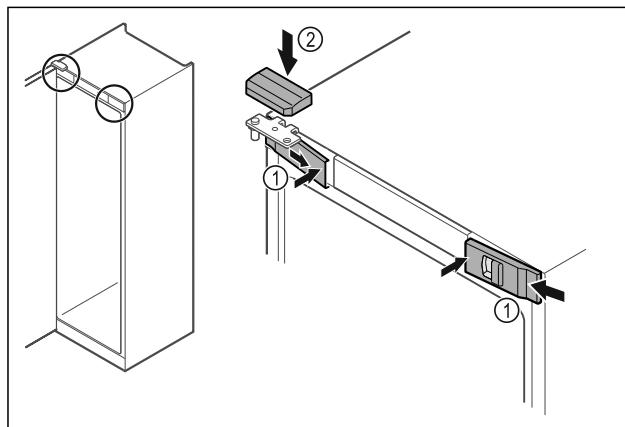

Fig. 50
- Acroșați apărătorile frontale Fig. 50 (1) lateral și fixați-le în poziție la interior.
- Fixați în poziție apărătoarea superioară Fig. 50 (2) de sus.